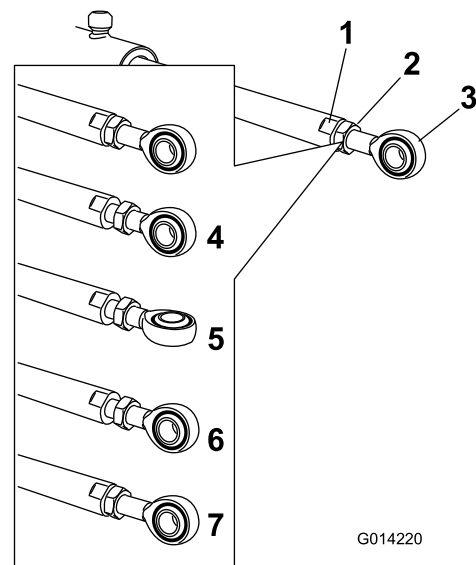

Bild 110
5. Arretieren Sie die flachen Seiten der Aktuatorstange mit einem Schraubenschlüssel und lösen Sie dann die Klemmmutter, damit Sie die Ösenstange manipulieren können (Bild 110).
6. Drehen Sie die Ösenstange in der Aktuatorstange, um den ausgefahrenen Aktuator auf die gewünschte Stellung zu verlängern oder zu verkürzen (Bild 110).